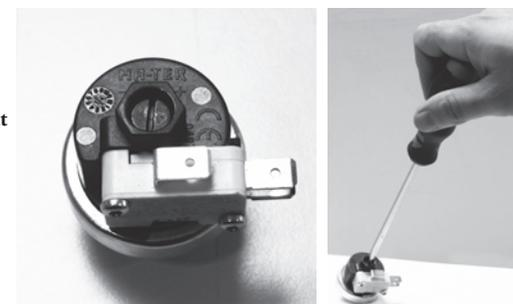

Fig.9
6.2 Regolazione Pressione/Temperatura (solo per modello leva)* (fig.9)